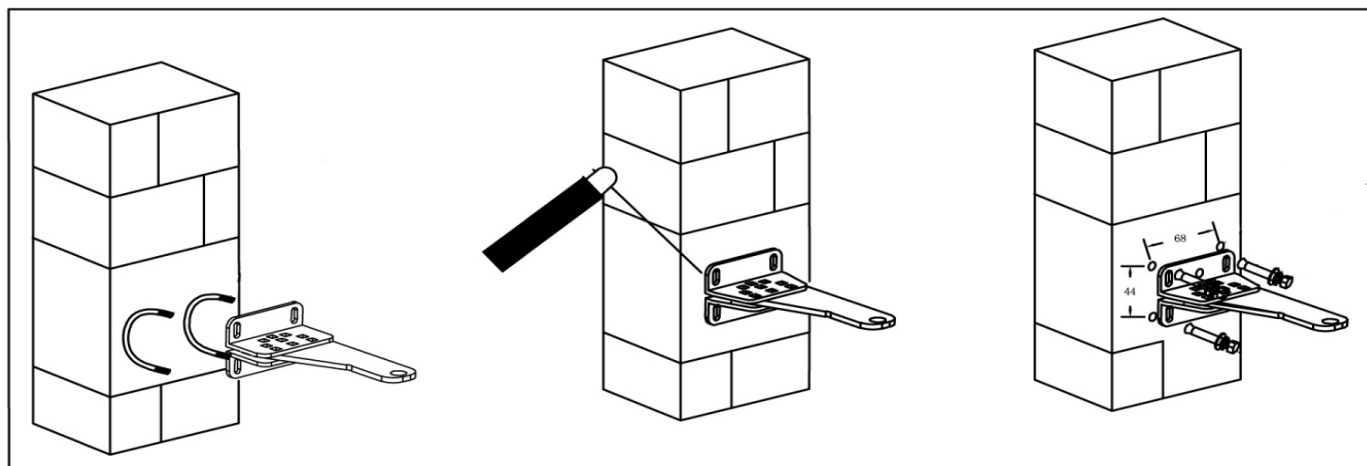

Рис. 4 Варианты крепления заднего кронштейна привода
- Закрепите заднее крепление на столбе, крепление можно прикрутить или приварить к столбу (Рис. 4). Убедитесь, что крепление установлено горизонтально. Крепление должно быть собрано и установлено жестко.